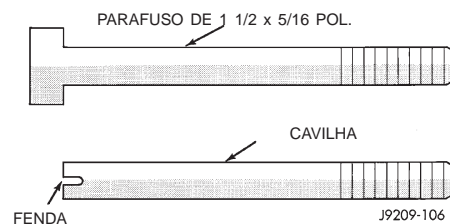

Fig. 48 Fabricação das Cavilhas de Alinhamento
- (1) Arme 4 cavilhas de alinhamento com parafusos de 5/16 x 1 1/2 pol. Corte a cabeça dos parafusos e corte uma fenda no topo da cavilha. Isto facilitará a instalação e remoção com uma chave de fenda (Fig. 48).
- (1) Arme 4 cavilhas de alinhamento com parafusos de 1 1/2 x 5/16 pol. Corte a cabeça dos parafusos e corte uma fenda no topo da cavilha. Isto facilitará a instalação e remoção com uma chave de fenda (Fig. 48).